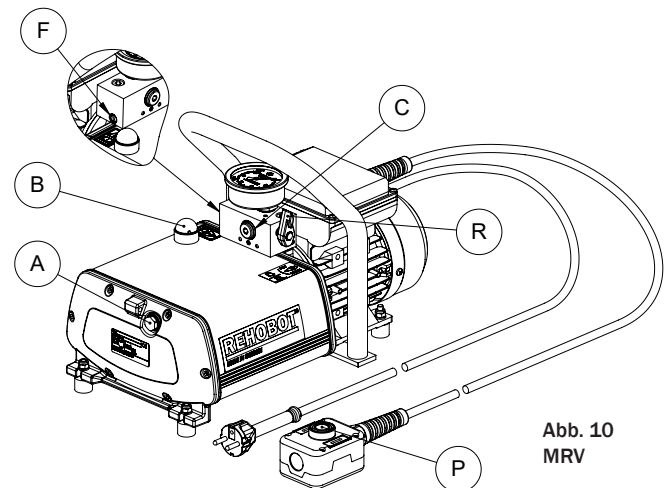
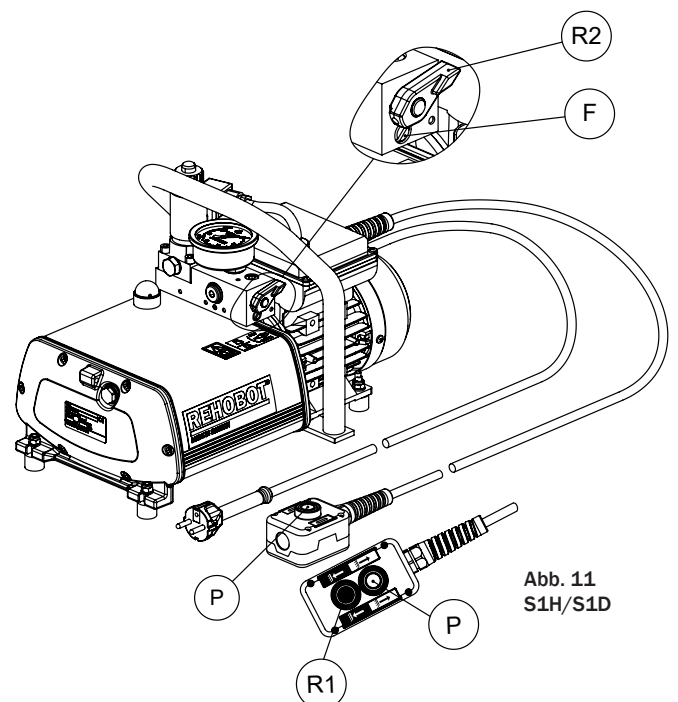

Abb. 10
Abb. 11
- Füllen Sie den Ölbehälter durch die Einfüllöffnung bis der Ölfüllstand die Mitte des Ölstandsglases (Abb. 10 Pos. A) erreicht hat.
Die Einstellung des Maximaldrucks erfolgt durch Drehen der Einstellschraube (Abb. 10 und Abb. 11, Pos. F) Um den Druck zu erhöhen, drehen Sie im Uhrzeigersinn.
El tapón de llenado de aceite tiene una válvula de ventilación de aire incorporada que evita la presión excesiva o insuficiente del contenedor de aceite (fig. 10 pos. B)